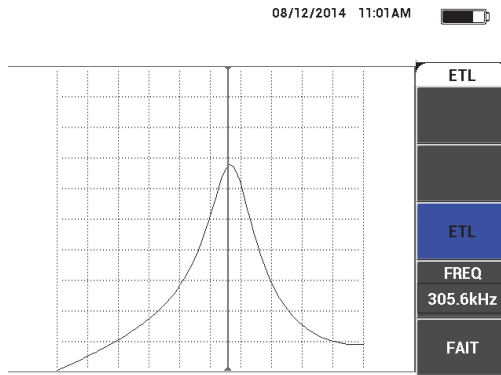

Figure 6-47 Écran ETL
- Appuyez sur **FAIT** (touche E) [voir la Figure 6-47 à la page 170].